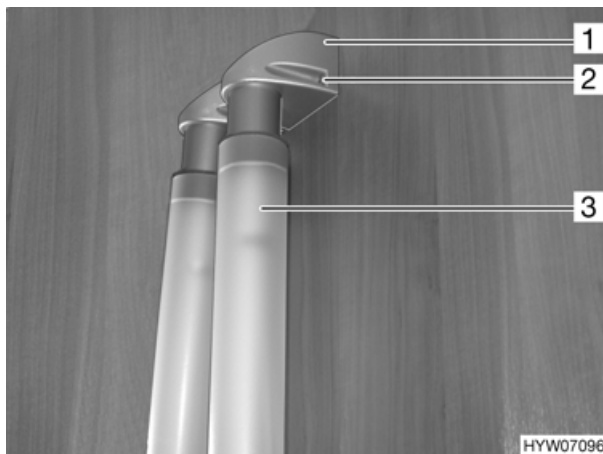

Fig. 84 Illuminazione del vano WC
- Svitare i bulloni (Fig. 84,2).
- Rimuovere lo zoccolo (Fig. 84,1).
- Estrarre il vetro della luce (Fig. 84,3) tirandolo verso l'alto.